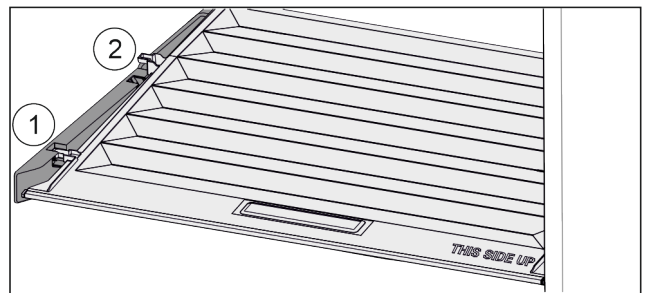

Fig. 117
- ▶ Deksel tot de opening in de vasthouddelen naar voren trekken Fig. 117 (1).
- ▶ Aan de achterkant vanaf de onderkant omhoog tillen en vanaf de bovenkant verwijderen Fig. 117 (2).